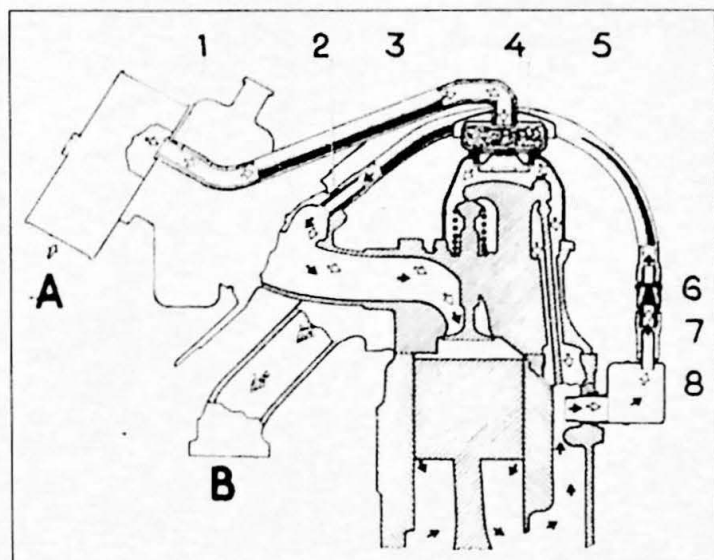

Fig. 2.41a. Positieve carterventilatie (B18).
Om de 40.000 km of minder, afhankelijk van de rijomstandigheden, wordt klep (6) (Fig. 2.41a), vervangen. Tegelijkertijd worden de overloop (8), slangen (3 en 7) en nippel (2) gedemonteerd en zorgvuldig gereinigd. Rubberslangen in slechte staat worden uiteraard vervangen. Let erop dat een klep met de aanduiding CV 58C wordt gemonteerd. Een verkeerde klep kan leiden tot een slechtere carterventilatie of een hoog olieverbruik.